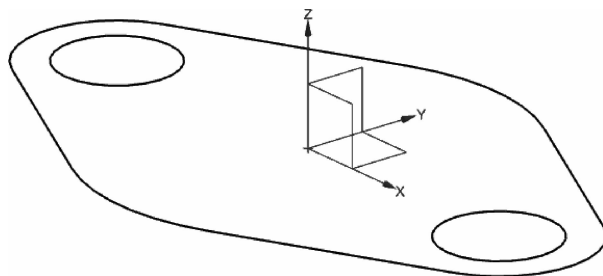

图 2-12 压盖草图完成图
(7) 在“草图”工具条中单击  图标,退出草图环境并保存文件,最终完成的草图如图 2-12 所示。